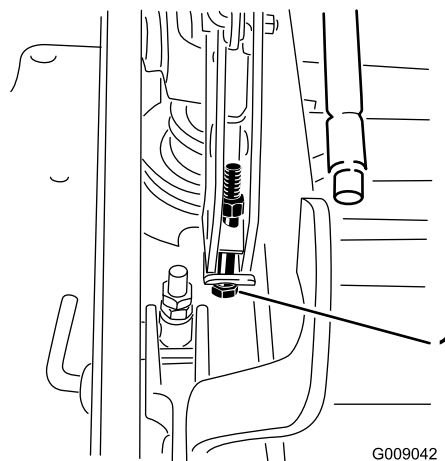

Figura 89
12. Si la carcasa está demasiado baja, apriete el perno del ajuste de un solo punto girándolo en el sentido de las agujas del reloj. Si la carcasa está demasiado alta, afloje el perno del ajuste de un solo punto girándolo en sentido antihorario (Figura 89).